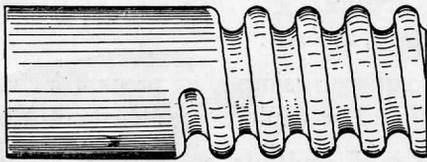

Fig. 224
6) *Vis à pas droit et à pas gauche*. — Une vis est à pas droit lorsque la vis étant placée verticalement, on voit le filet s'élever vers la droite. Si on veut la faire entrer dans son écrou on doit la faire tourner dans le sens de rotation des aiguilles d'une montre (fig. 224).